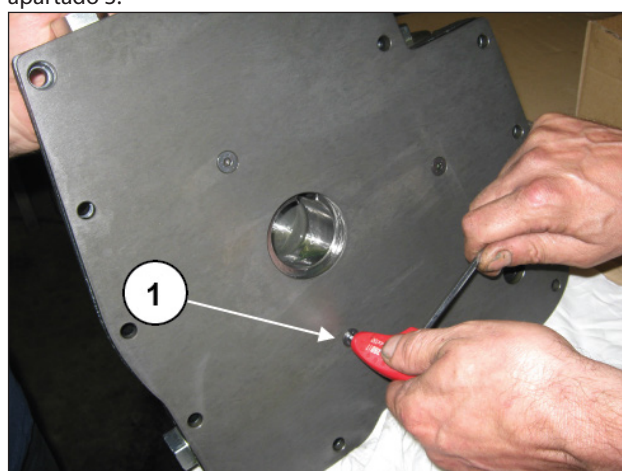

Fig. 154
Ensamblar la placa trasera del cuerpo de la bomba de aceite apretando los tres tornillos M6 (pos. ①, Fig. 154) con la llave dinamométrica aplicando el par de apriete indicado en el apartado 3.